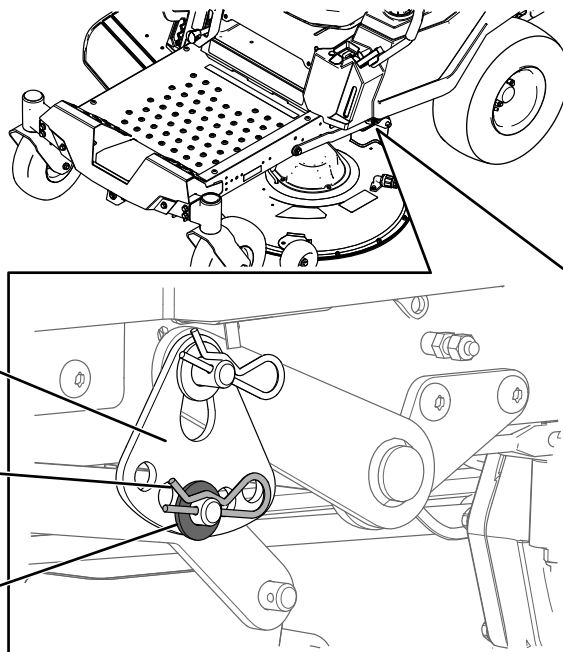

Figure 73
6. Retirez la goupille fendue et la rondelle de l'axe inférieur du bras de levage (Figure 73).